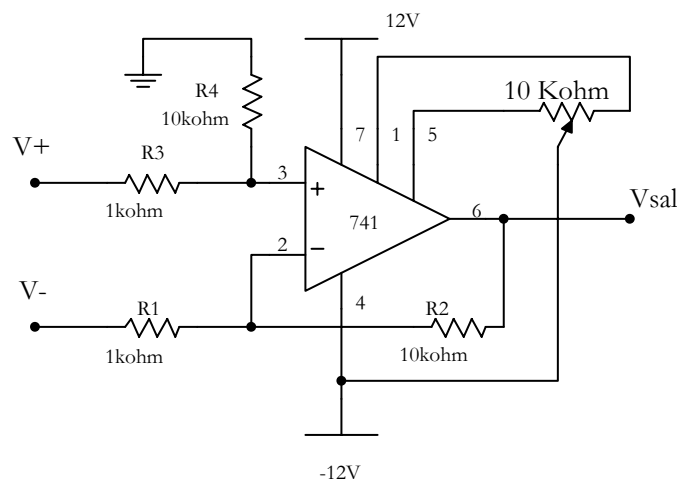
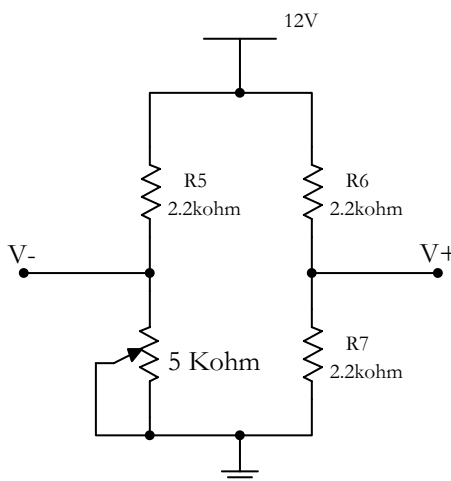

Figura 3
Figura 4
### 2.1. Armar el circuito de la Figura 3
- 2.7. Sin desarmar el circuito de la Figura 3, armar el de la Figura 4.
- 2.8. Usar el circuito anterior, para introducir una señal diferencial continua en la entrada del amplificador de la figura 3.